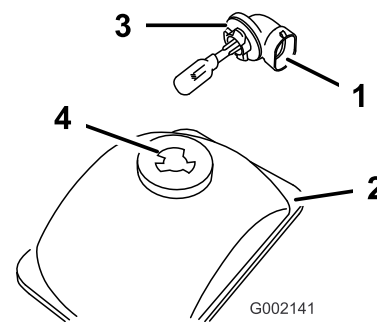

Bild 39
3. Fassen Sie unter das Armaturenbrett und drehen Sie die Lampe um eine Vierteldrehung nach links (Bild 39).
8. Fassen Sie unter das Armaturenbrett und fluchten Sie die drei Laschen an der Lampe mit den Schlitzlöchern im Reflektor aus (Bild 39).